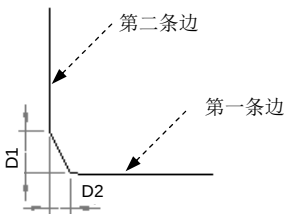

图 4.3.24 第三种创建方式
③ 在**类型**下拉列表中选择**D1 x D2**选项, 在**D1**文本框中输入倒角尺寸值 4, 在**D2**文本框中输入倒角尺寸值 8, 在**修剪样式**: 下拉列表中选择**完全修剪**选项, 单击**确定**按钮。倒角结果如图 4.3.24 所示。